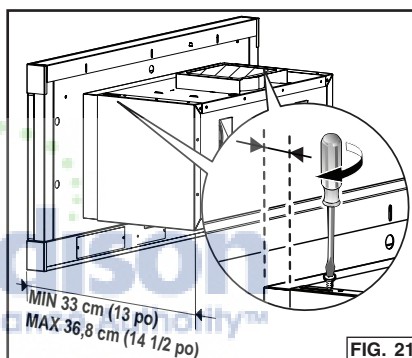

FIG. 21
1. Desserrez (2) vis sur le dessus du logement de la hotte. Fig. 21.
3. Resserrez (2) vis sur le dessus de la hotte.